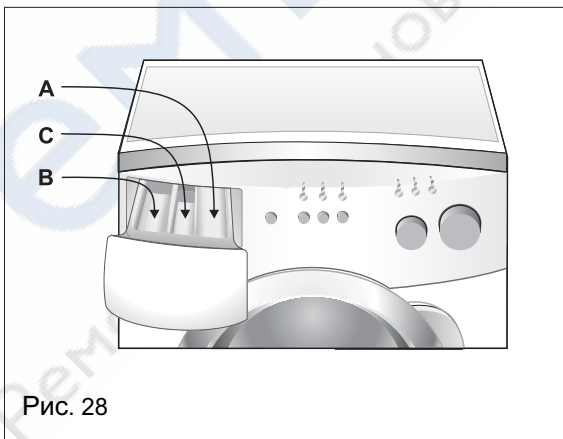

Рис. 28
- моющими средствами следует наполнять соответствующие камеры емкости для детергентов (рис.28).